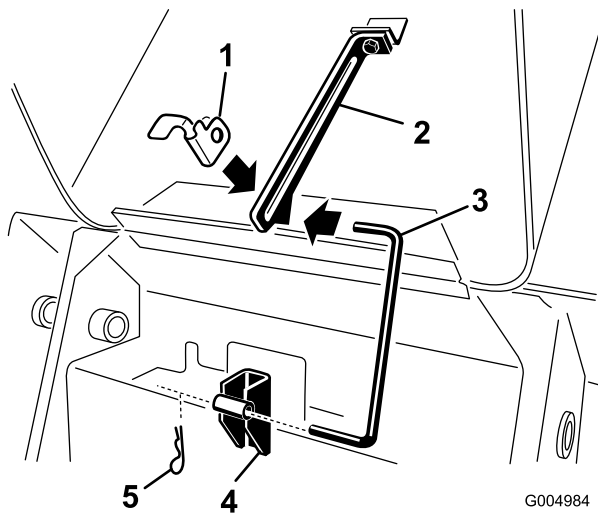

Bild 41
- Ziehen Sie den Splint vom unteren Ende der Motorhauben-Stützstange und schieben Sie die Stützstange aus den Befestigungshalterungen (Bild 41).
7. Setzen Sie die Stützstange in die Befestigungshalterungen und befestigen Sie diese mit dem Splint (Bild 41).